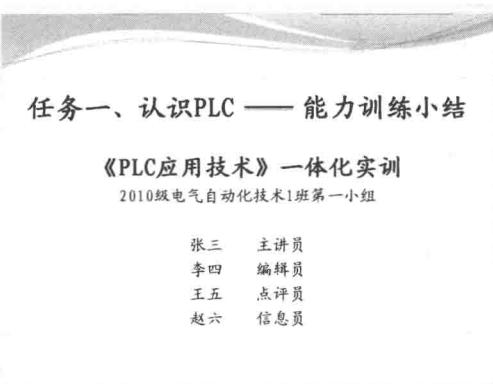

图 1-2 汇报用 PPT 格式第一页结构
- (1) 汇报小组成员及其分工，如图 1-2 所示。
- (2) 汇报的格式与内容要求。
- ① 汇报用 PPT 的第一页结构如图 1-2 所示。